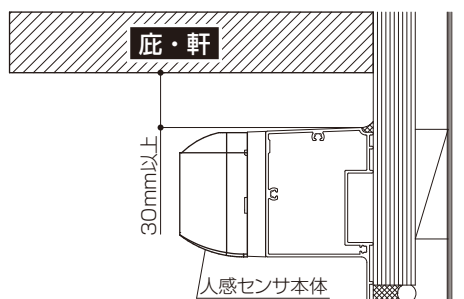

図1
- 直接雨がかからないように庇や軒に設置してください。人感センサ本体の取外し交換ができるように、庇や軒との間隔を30mm以上あけてください。(図1参照)
- ①現場搬入の際には確実に施工される方へお渡しください。
- ②配線工事は、内装工事をする前に必ず電気工事店さまにご依頼ください。
- ③人感センサ用スぺーサの配線引き込み穴位置に合わせ外壁から配線を180mm出してください。
- ④外壁裏部には補強胴縁を必ずつけてください。外壁と補強胴縁の総計の厚みは27～60mmの間で設計してください。60mmを超えた場合、人感センサが取付けできなくなります。
- ⑤お客さま・建築関係者と十分打合せをしてください。